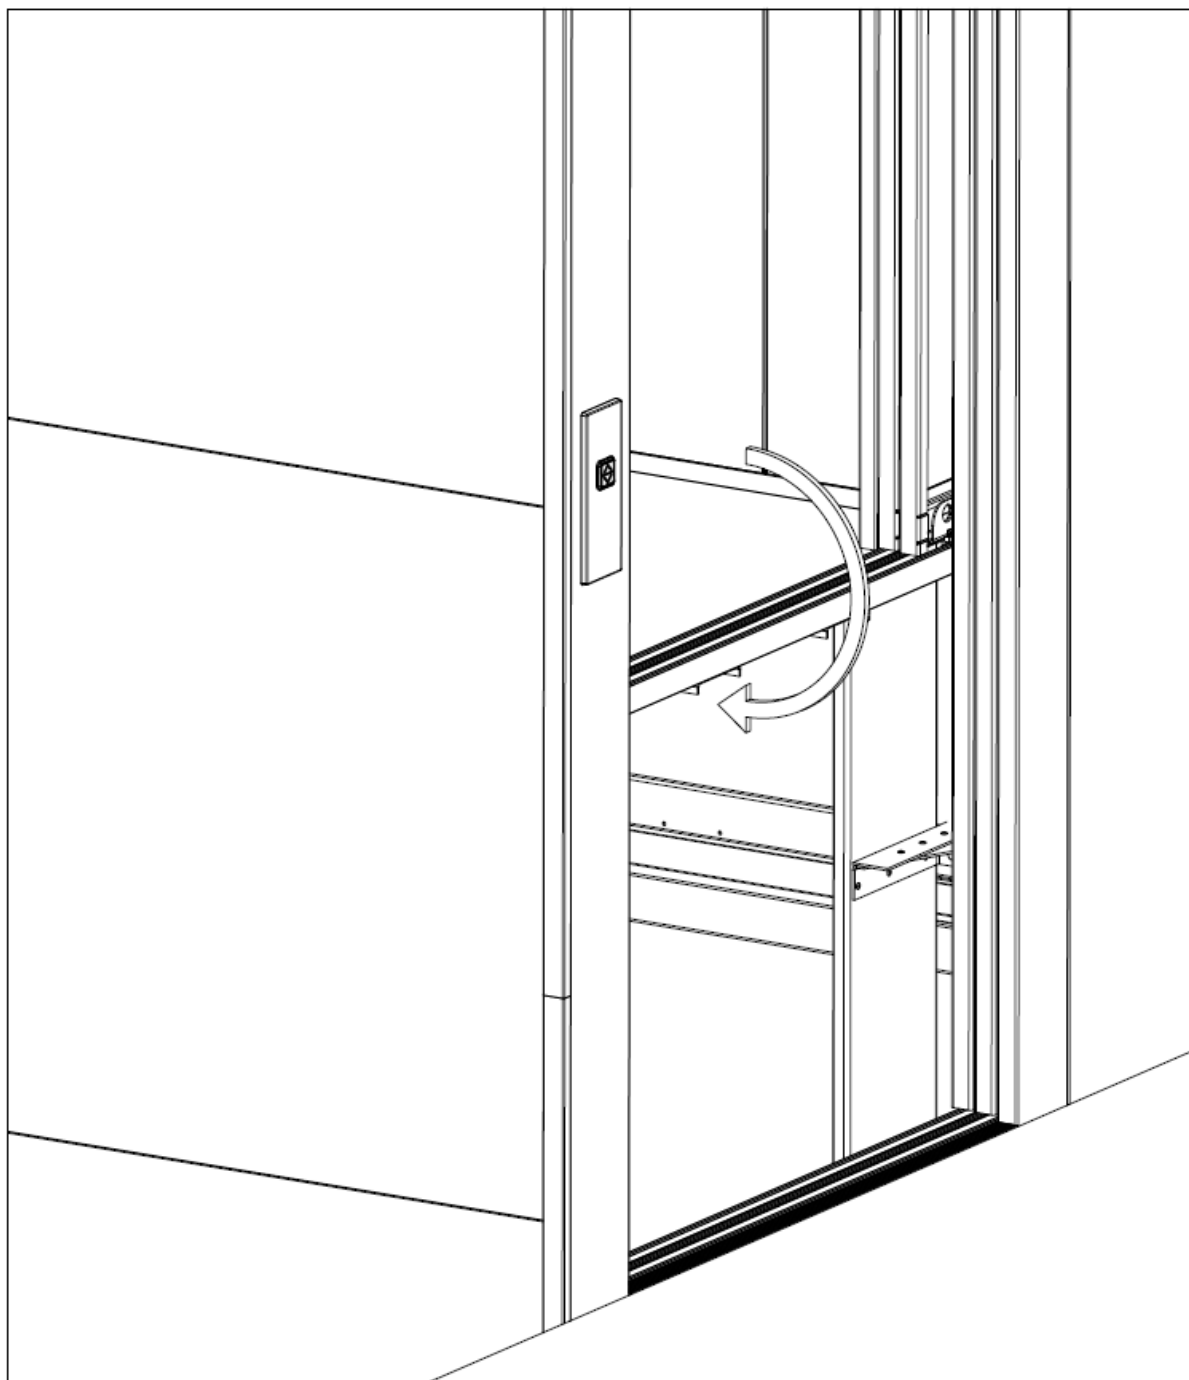

Fig. 10 Risker vid genomförande av passagerarevakuering
Var medveten om riskerna för fall ned i hisschaktet om hissen inte är i nivå med stannplanet, se Fig. 10.
5. Kalla på räddningstjänsten om hissen av någon orsak inte kan sänkas till ett stannplan, eftersom det är mer riskabelt att evakuera de instängda om hissen inte är i nivå med ett stannplan, se Fig. 10.